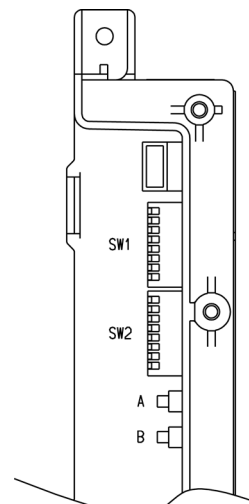

Fig. 1
4. Verificare che il tipo di gas selezionato tramite la posizione dei microinterruttori del PCB (Fig.1) coincida con il gas dell'impianto (fare riferimento alla tabella riportata a pag.38, "3.1 Layout e funzioni dell'interfaccia PCB").